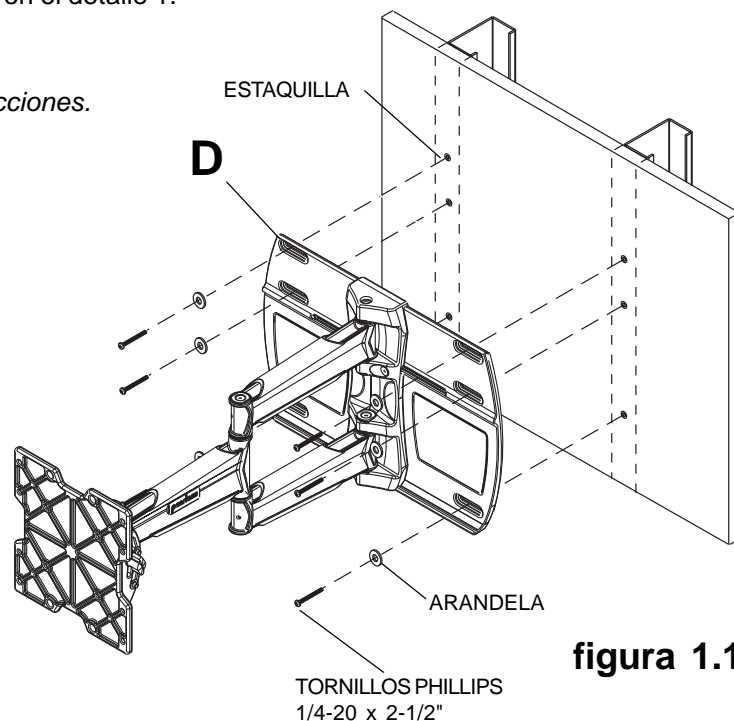

figura 1.1
Ajuste la placa de pared (D) a la pared sin fijarla utilizando seis tornillos de 1/4-20 x 2-1/2" y las arandelas, como se muestra en la figura 1.1.